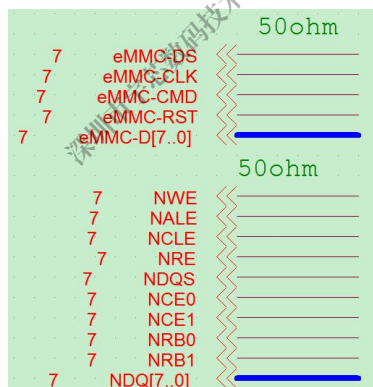

图 2-23 NAND、EMMC 信号线阻抗标注说明
- 原理图中需增加 NAND、EMMC 信号线走线的阻抗要求标注说明，如图 2-23 所示：